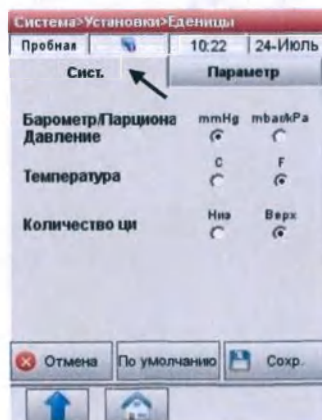

Рис.3-77 Система
3. На экране **<Система>** выберите единицы измерения для отображаемых параметров (Рис.3-77).